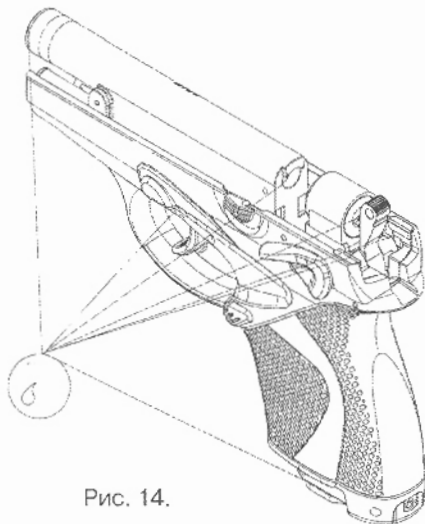

Рис. 14.
- после каждой стрельбы из пистолета рекомендуется производить чистку и смазку канала ствола жидким ружейным маслом при помощи шомпола и ветоши; смазать места взаимодействия ствола с опорой (см. рис. 14, стр. 22), залив 2-3 капли масла;